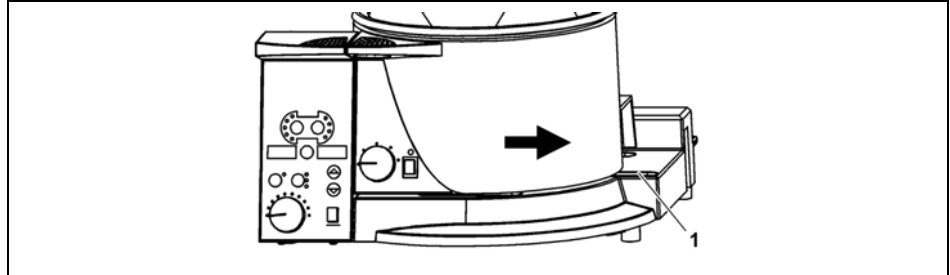

Fig. 4-1: Baño calefactor
- Sujetar el baño calefactor por la empuñadura, desplazarlo sobre los rieles y posicionarlo según se requiera (véase Fig. 4-1, página 226).